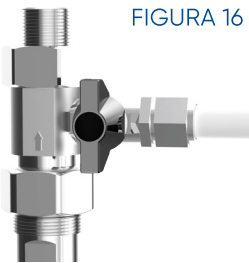

FIGURA 16
1. Cierra el "Adaptador de Toma de Agua" girando la manivela para que quede perpendicular con la "Manguera de PE Blanco" (Figura 16).